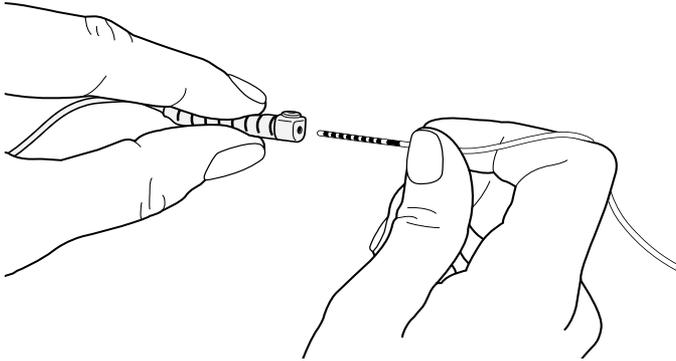

Figure 30. Saisir la sonde DBS et le centre du connecteur d'extension de sonde Avant l'insertion
2. Tenir la sonde DBS à proximité du manchon de rétention. Tenir l'extension au centre du connecteur de l'extension (Figure 30).